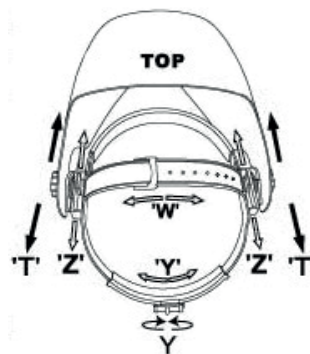

FIG. 2
- En pressant et en tournant la vis de réglage postérieure (Fig.2 Y) vous pouvez régler le diamètre de l'anneau de support du masque. Cela peut être fait en portant le masque et permet un ajustement ferme du masque sur la tête sans trop serrer.
- Dévissez les boutons de serrage latéraux (Fig.2 T) et desserrez les vis de blocage (Fig. 2 Z) des deux côtés.